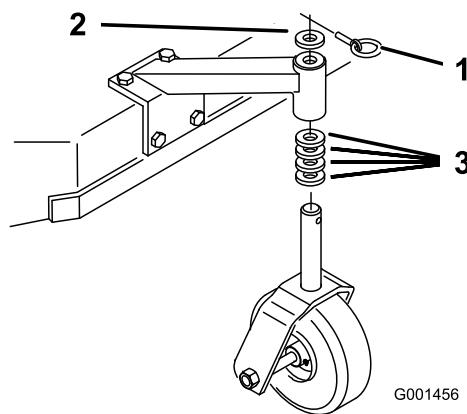

Figura 12
- Usando la Tabla de alturas de corte, ajuste los espaciadores de las ruedas giratorias según el taladro de eje seleccionado (Figura 12).
- Retire el pasador, retire la rueda giratoria del soporte y cambie los espaciadores (Figura 12).
- Instale la rueda giratoria en el soporte e introduzca el pasador (Figura 12).